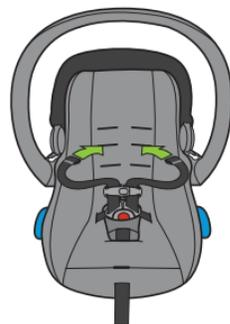

Figure 7
- Depuis l'avant du porte-bébé, insérez les sangles du harnais dans les fentes choisies pour le harnais dans le dossier du porte-bébé, comme illustré à la **Figure 7**, en veillant à ce que les sangles ne soient pas tordues.